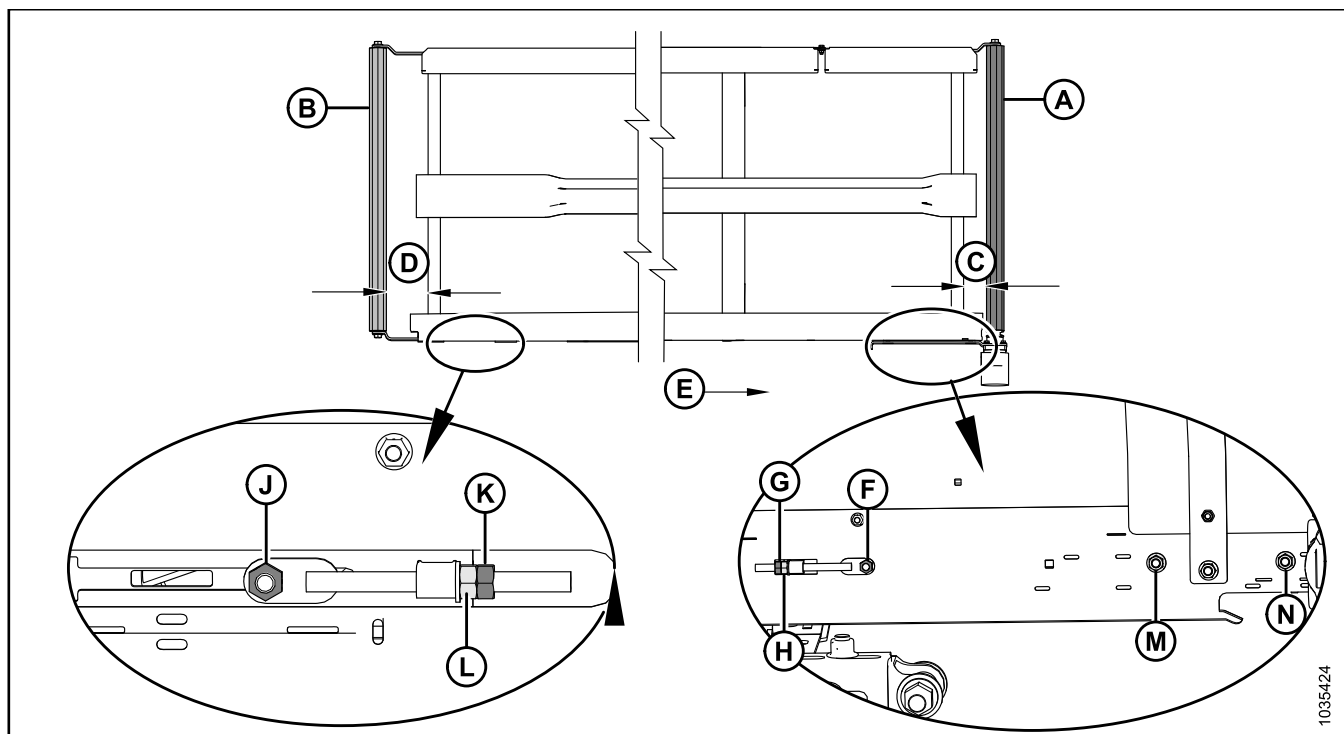

Рисунок 4.233: Регулировка хода полотна — левое полотно
2. Отрегулируйте приводной ролик (А), чтобы изменить параметр С (см. таблицу 4.2, страница 429 и рисунок 4.233, страница 429), выполнив следующее.
- a. Ослабьте гайки (F), (M) и (N), а также контргайку (G).
- b. Поверните регулировочную гайку (H).
- c. Затяните гайки (F), (M) и (N), а также контргайку (G).
3. Отрегулируйте натяжной ролик (В), чтобы изменить параметр D (см. таблицу 4.2, страница 429 и рисунок 4.233, страница 429), выполнив следующее.
- a. Ослабьте гайку (J) и контргайку (K).
- b. Поверните регулировочную гайку (L).